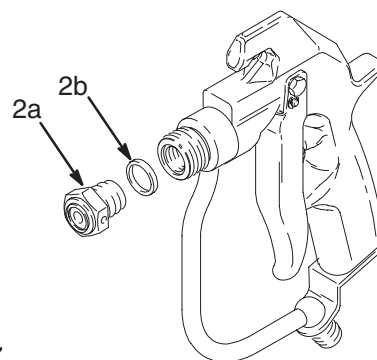

Fig. 7 03969
3. Afloje el asiento de la válvula (2a). Retire la junta (2b). Vea la Fig. 7.